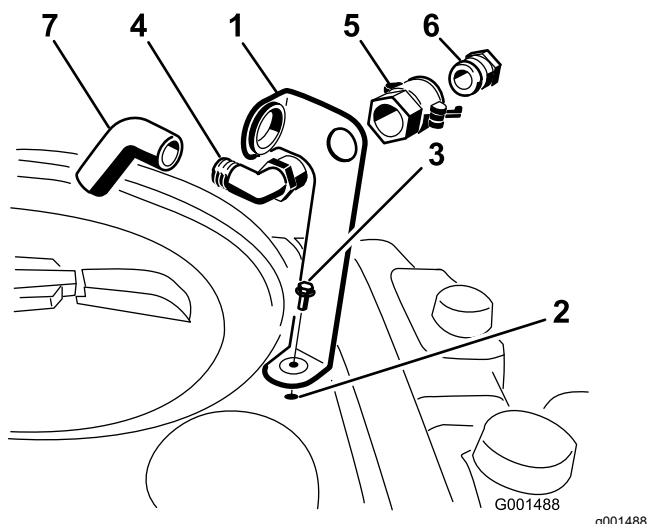

図 3
1. 図3のように、タンクに開けてあるねじ穴に合わせて補給口ブラケットをセットし、フランジヘッドボルト5/16 x 3/4"で固定する。
2. 90度エルボのねじ切りしている側をブラケットに通し、クイックカップラでブラケットに固定する図3。
3. クイックカップラにホースアダプタを取り付ける図3。
4. カップラについているレバーをアダプタ側に倒してロックし、ヘアピンコッターで固定する図3。
5. 逆流防止ホースを、ブラケットの大きな開口部に通してから、90度エルボに取り付ける図3。